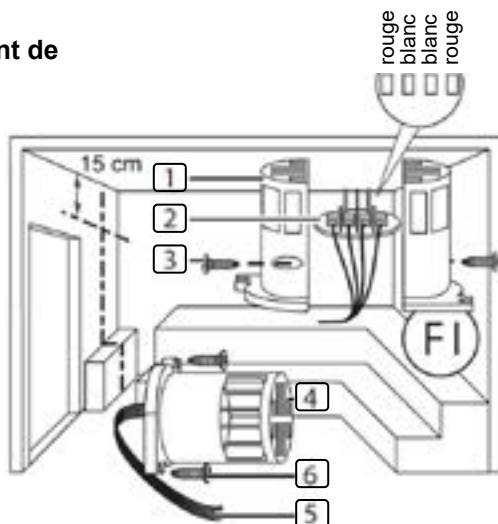
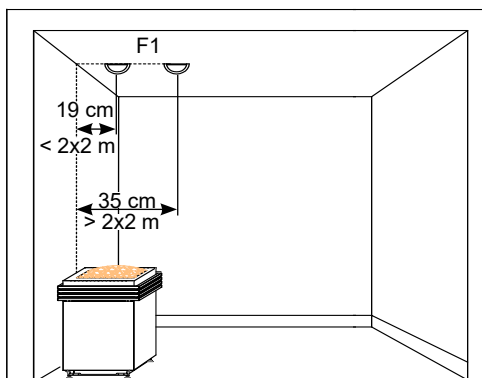

Fig. 6 : Montage de la sonde de poêle pour un poêle mural
Fig. 7 : Montage de la sonde de poêle pour un poêle à poser et un poêle à colonne
Lors du montage de la sonde de poêle, tenez compte de **Fig. 6** et **Fig. 7** :
- La sonde de poêle est montée sur la paroi arrière du poêle, dans la moitié supérieure du poêle mural. Respectez une distance de 15 cm environ par rapport au plafond de la cabine. En cas de poêle à poser ou à colonne, respectez **Fig. 7 à la page 16**.
Pour le montage de la sonde de poêle, suivez les étapes suivantes (voir **Fig. 6**) :
3. Branchez les quatre raccordements du câble de la sonde de poêle 5 conformément à la **Fig. 6 à la page 16**.